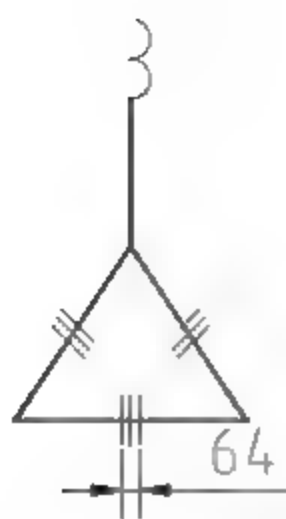

图9-107 复制线段
**19** 调用CO【复制】命令，复制线段，尺寸如图9-107所示。